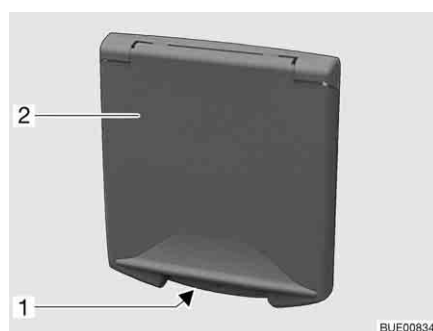

Fig. 37 Sportello per collegamento a 230 V
- Afferrare l'impugnatura concava (Fig. 37,1) dello sportello esterno (Fig. 37,2) e ruotare lo sportello esterno verso l'alto.